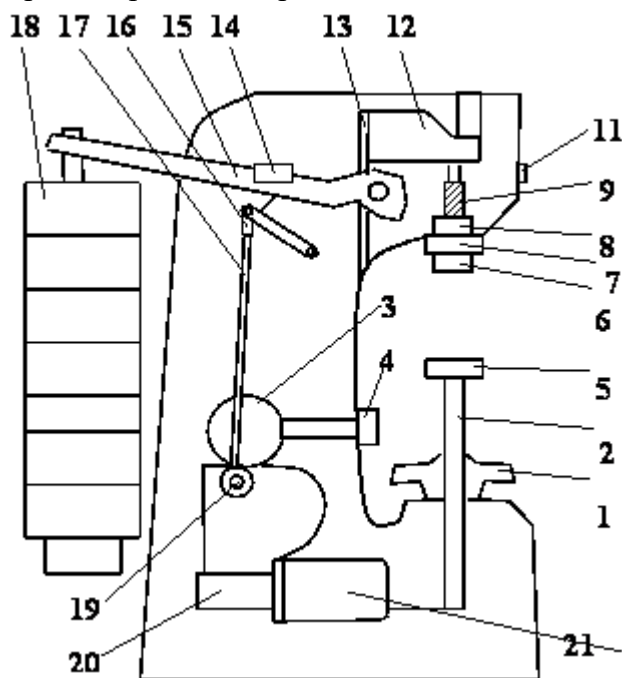
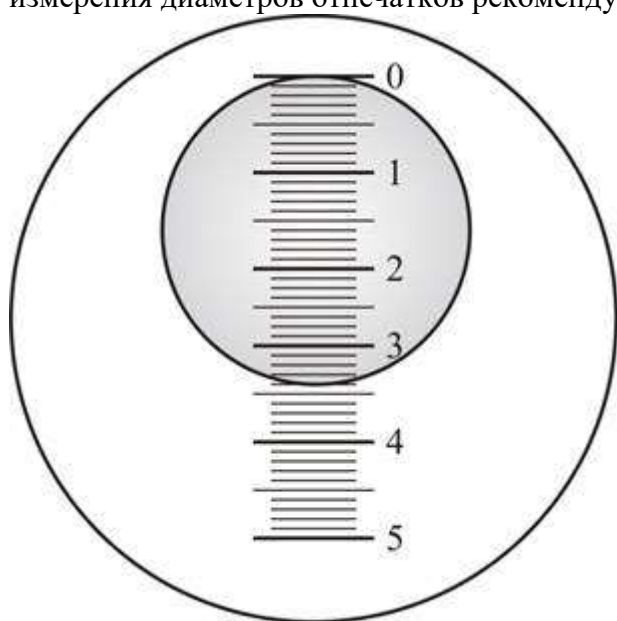

Рис.3. Схема прибора для определения твердости по Бринеллю
Рис.4. Изображение отпечатка, видимое в микроскоп
На рис. 3 приведена принципиальная схема твердомера ТБ 5004.
На приборе Бринелля проводятся 5 замеров. Образец с нанесенными отпечатками снимается с предметного столика прессы Бринелля. Измерение диаметров отпечатков производится с помощью специального отсчетного микроскопа на лабораторном столе. На рис. 4 показано изображение отпечатка, видимое в микроскоп (увеличение микроскопа обычно равно 24). Один из краев отпечатка необходимо совместить с нулевым штрихом шкалы и произвести отсчет по шкале с точностью до  $1/2$  деления. Видимое в микроскоп расстояние между большими штрихами соответствует одному миллиметру. Полученный размер диаметра отпечатка записывают сразу в миллиметрах. Так, на рис. 3 имеем:  $d=3,40$  мм. Результаты измерения диаметров отпечатков рекомендуется записать в таблицу №4, приведенную ниже.
*Измерение твердости по шкале С.* Если индентор внедрится в материал на глубину  $h=0,2$  мм, то твердость такого материала условно считается равной нулю. Если же под действием той же нагрузки  $F$  индентор не внедряется в материал (пластическая деформация равна нулю), то твердость такого материала принято считать равной 100 единицам Роквелла. Таким образом, за единицу твердости принята величина, соответствующая перемещению индентора на 0,002 мм. Применение такой «перевернутой» шкалы (рис. 3) обосновано тем, что глубина внедрения индентора обратно пропорциональна твердости материала. Поэтому твердость материала будет характеризоваться величиной ( $h-e$ , мм) или числом делений по шкале: